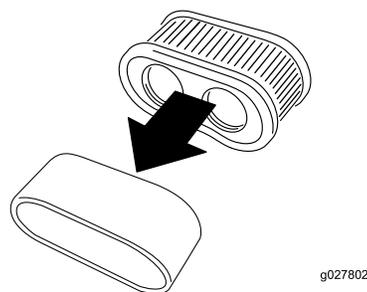

Figure 69
5. Séparez les éléments en mousse et en papier (**Figure 69**).